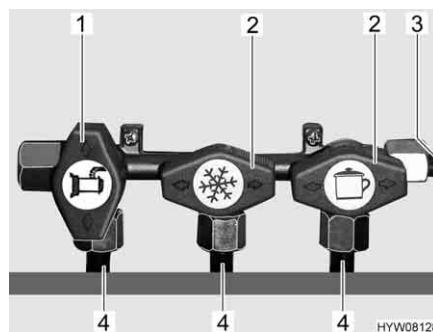

Fig. 83 Posizione dei rubinetti di arresto del gas (esempio)
- Posizionare il rubinetto di arresto del gas dell'apparecchio a gas corrispondente parallelamente (Fig. 83,1) alla tubatura (Fig. 83,4) che alimenta l'apparecchio a gas.
- Posizionare il rubinetto di arresto del gas dell'apparecchio a gas corrispondente trasversalmente (Fig. 83,2) alla tubatura (Fig. 83,4) che alimenta l'apparecchio a gas.